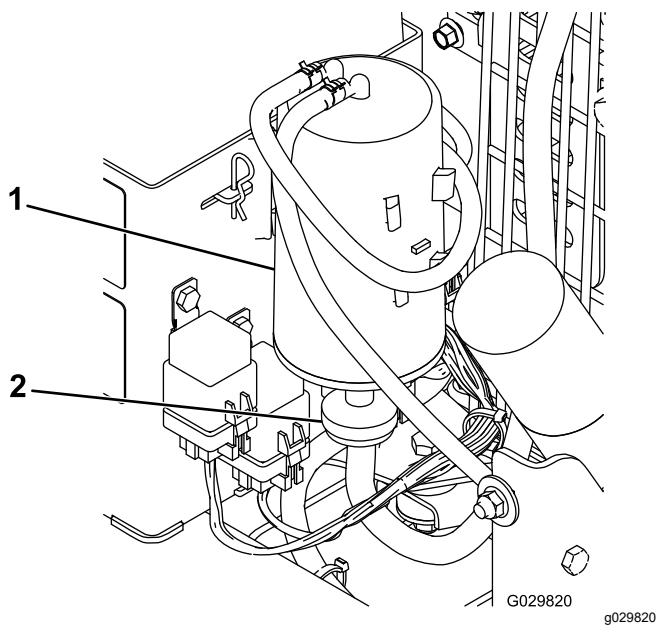

Figure 38
2. Déposez le filtre à charbon actif et mettez-le au rebut (Figure 38).